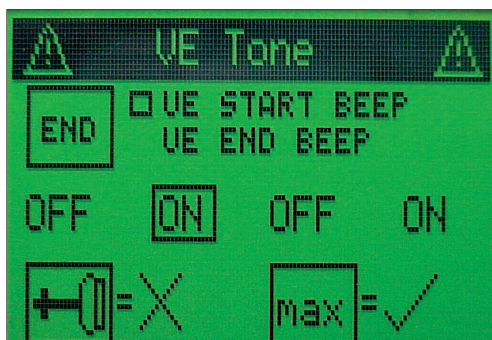

Fig. 34 Menú de tono VE
- Encendido y apagado de los tonos de alerta para el inicio y final de la generación de vacío (VE Tones) (Fig. 34).